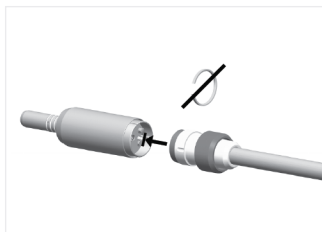

FIG. 2
2. Collegare (senza l'anello apribile) il motore al tubo flessibile brevettato come mostrato nella **Fig. 2**.